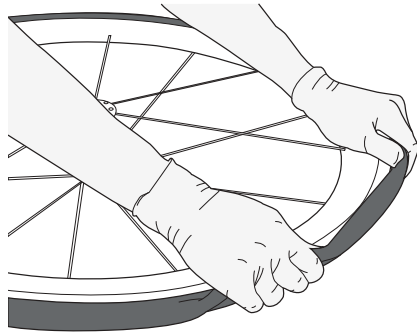

Figure 36.
8. Soulevez la roue et mettez en place les derniers centimètres du boyau en poussant avec vos mains (Figure 36).